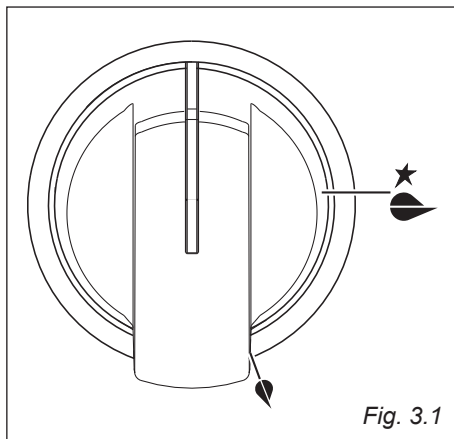

Fig. 3.1
- Sganciare il coperchio della morsettieria inserendo un cacciavite nei due agganci "A" (fig. 3.1).
L'afflusso del gas ai bruciatori è regolato da un rubinetto valvolato comandato dalla manopola di fig. 3.1.
- √ L'accensione elettrica è incorporata nelle manopole dei bruciatori e si identifica per il simbolo  vicino al simbolo "●" (fig. 3.1).